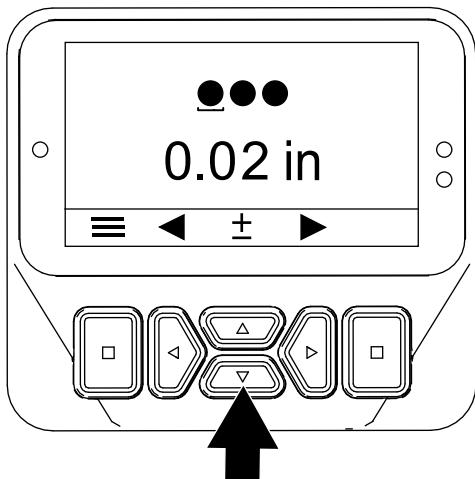

Figura 56
3. Prima o botão direito até ser mostrado o ecrã que permite configurar o diâmetro do dentes (Figura 55 e Figura 56).
4. Ajuste o diâmetro dos dentes com os botões cima/baixo (Figura 56) conforme indicado a seguir: